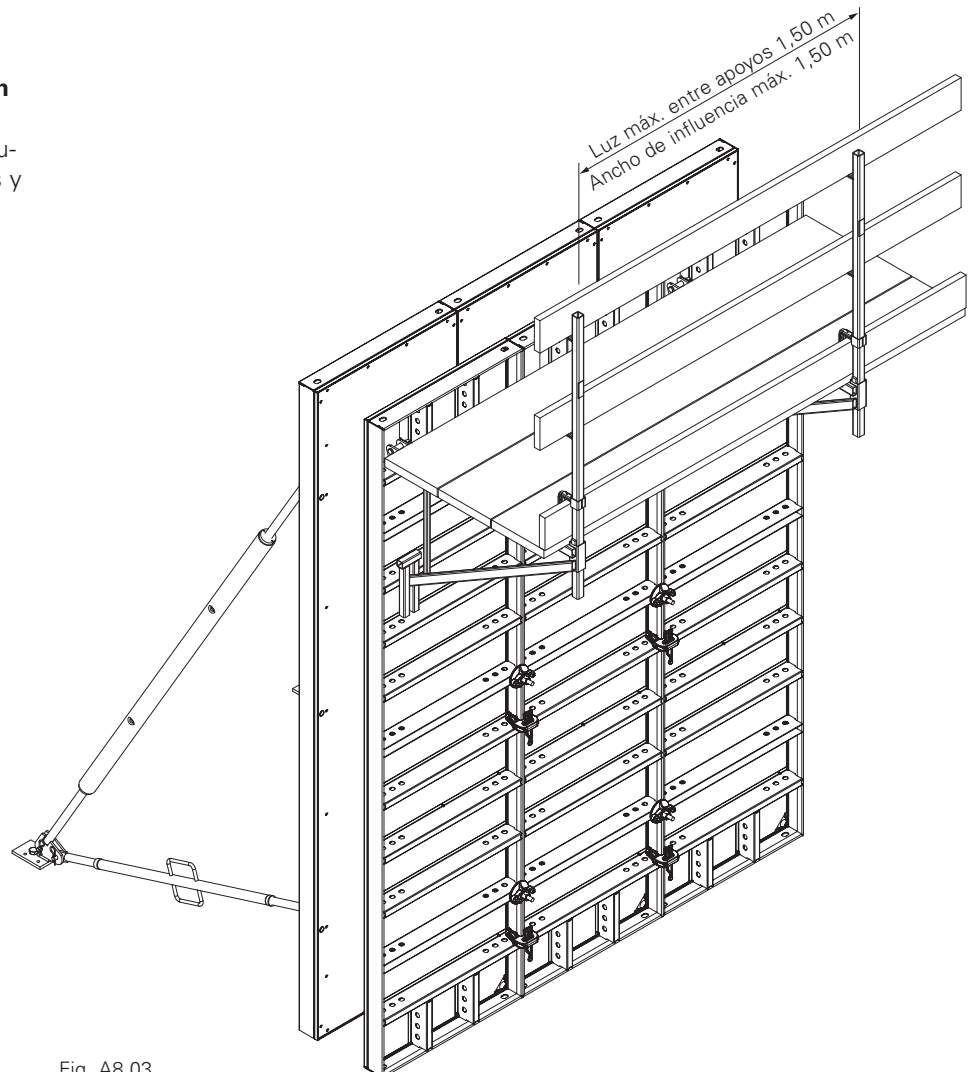

Fig. A8.03
3. Colocar protecciones laterales. (Fig. A8.03)